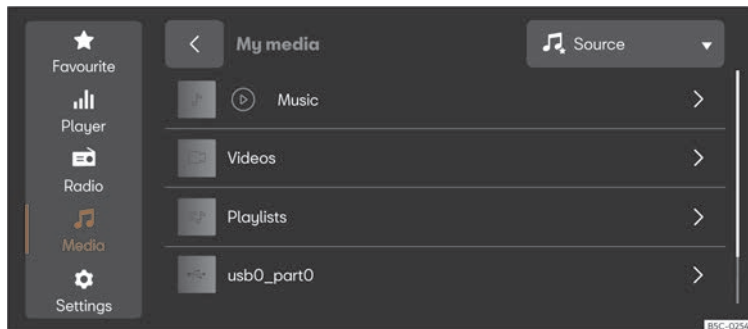

Fig. 177 Reprezentare schematică: Vedere Media
- Apăsați **HOME** > >>> **fig. 177**.